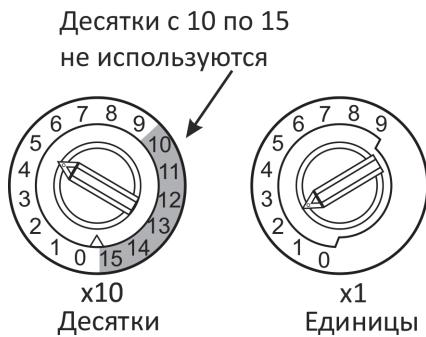
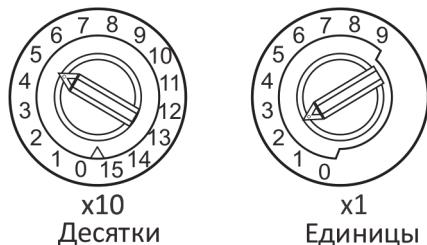

Рисунок 2.
Рисунок 3.
1. Установите адрес на извещателе путем поворота двух роторных переключателей десятков и единиц, расположенных с тыльной стороны извещателя. Запишите адрес на адресную метку, прикрепленную к базе. При подключении извещателей к модулю «СФ-МАШ-3» используются адреса с 1 по 99 (рис. 2). При подключении извещателей к модулю «СФ-МАШ-4» используются адреса с 1 по 159 (рис. 3).